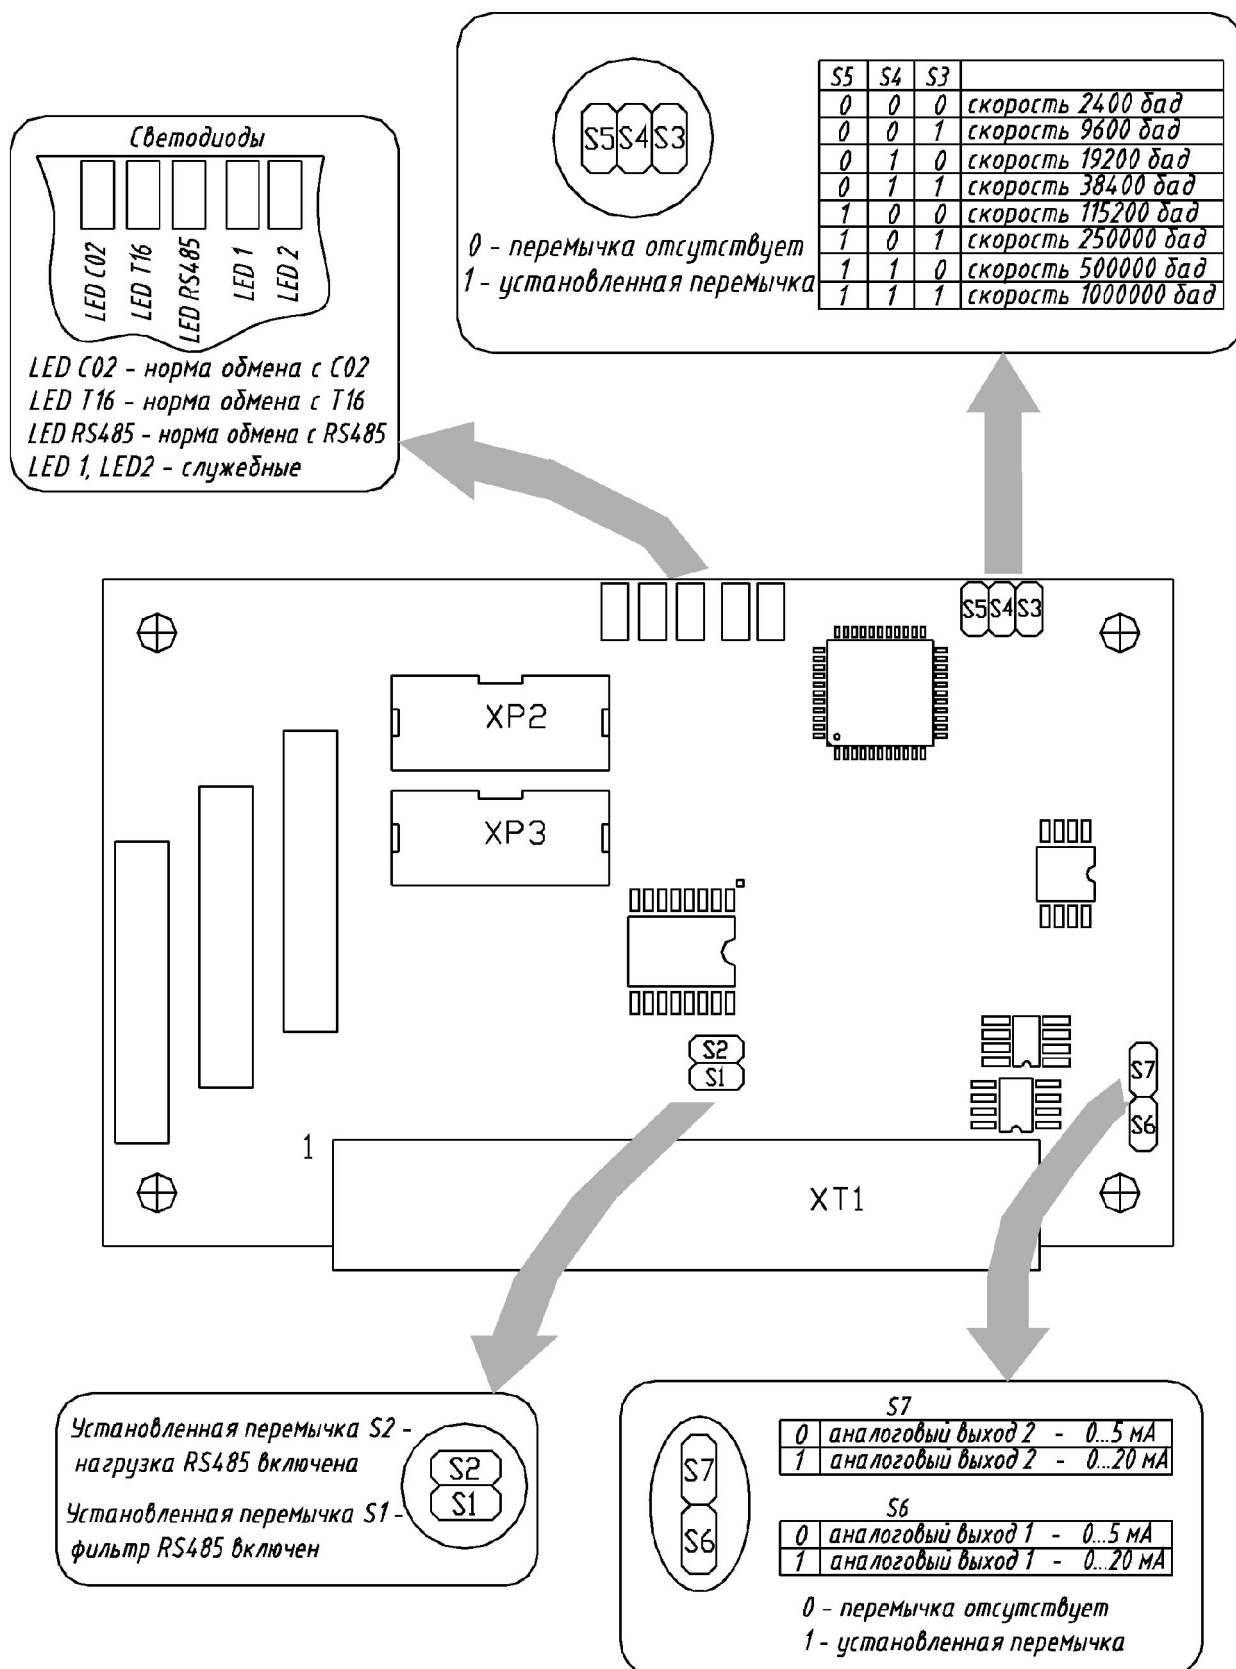

Рисунок 13 - Размещение и назначение органов управления на блоке M21
- Интерфейсный модуль M21 (см. Рисунок 13)